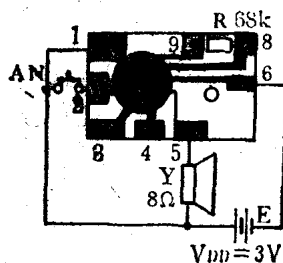

图 1
这里向大家介绍一种新颖音乐集成电路HY-100,它是一种软封装大规模的CMOS电路,事先已按一定音调、节拍、节奏编排好程序,将曲调存贮起来,一旦接通电源,从2脚得到一个触发信号(即按下按钮AN),就能发出动听的音乐声。这种电路与其他音乐集成电路的最大区别,在于它不需要,外接晶体三极管进行放大,就可直接推动扬声器Y,提供较大的输出功率(见图1),这样使外围电
2. 图1是有记忆功能的接法。
个高电平，但因振荡电阻R已被开路无法起振，扬声器不会发出声音，若过了一段时间后，再把7、8脚之间的电阻接通，扬声器仍会演奏出原先存贮的乐曲。利用这一功能，我们只要在电阻R和8脚之间串入一拨动开关K（见图1虚线框内），先将开关断开后离家，回家后再合上开关K，如果门铃马上演奏乐曲，则说明刚才已有人来按过按钮，如果没有乐曲声，则基本可以判断无人来过，但由于2脚不论输入过多少次触发信号，它都只能反应一次，所以它不能区分是多少人、多少次来过，在此只能作大